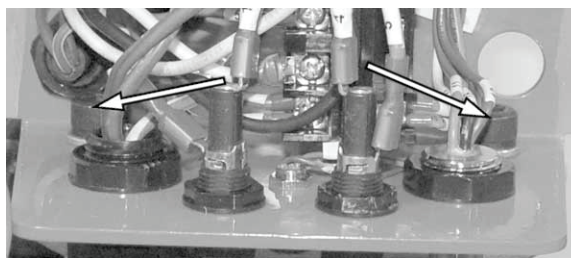

Рис. 29.
6. См. рис. 29. Соблюдайте осторожность во избежание повреждения электрических проводов. Извлеките 2 шт. болтов скобы электрического кабеля.